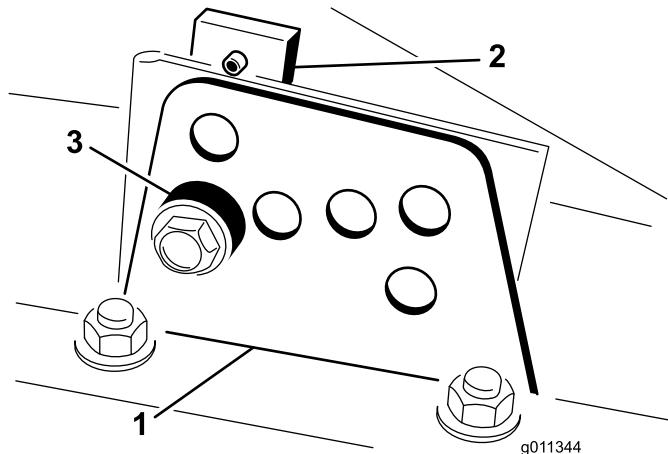

Figura 16
2. Afloje el perno que sujetla cada soporte de altura de corte a la pletina de altura de corte (delante y en cada lado) (Figura 16).